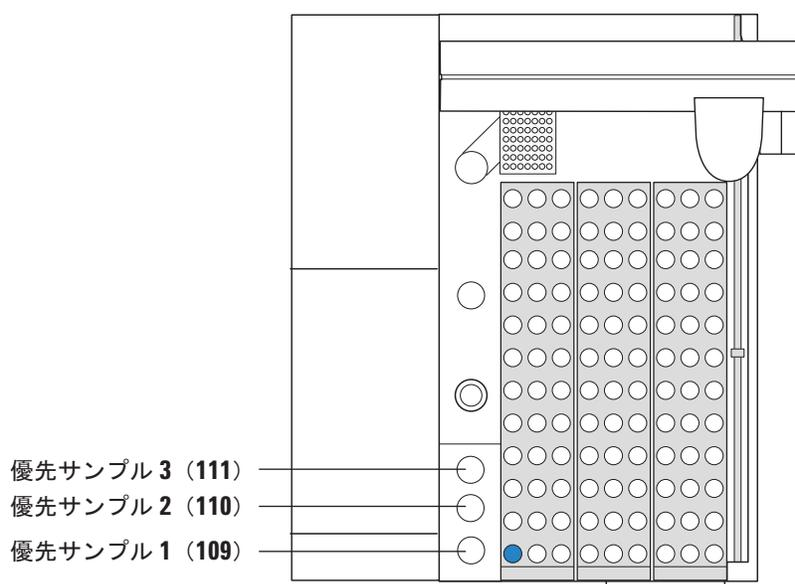

図 15 優先サンプルの位置
- 2 新しいサンプルバイアルを次の優先サンプルのロケーションに配置します。優先サンプルロケーション 1 を使用して開始します。図 15 を参照してください。